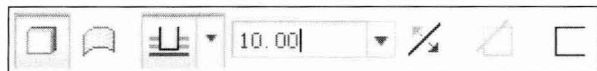

图1-16 设置面板
❷ 02: 在设置面板中, 选择深度类型为 (从草绘平面以指定的深度值拉伸), 在“深度”下拉列表框中输入拉伸深度值“10.00”, 如图1-16所示, 然后按Enter键。